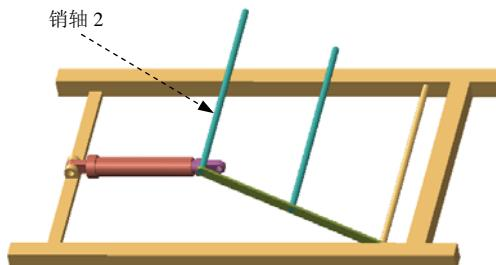

图 3.17.23 装配销轴 2
Step4. 单击操控板中的√按钮, 完成元件的复制, 如图 3.17.23 所示。